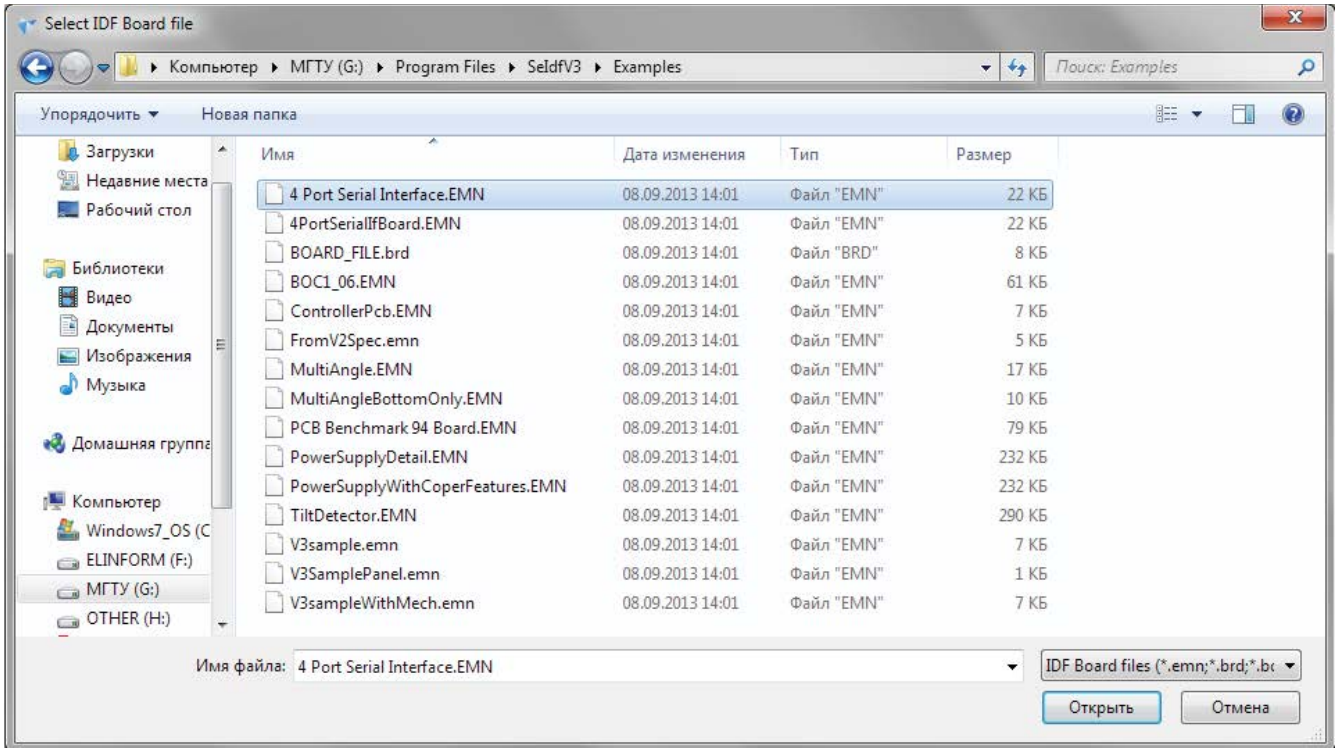

Рис. 2.11.3. Окно выбора файла платы для импорта
- Выбором команды **IDF Import**  запустить модуль Solid Edge IDF Modeler, открыв окно выбора файла платы **Select IDF Board File** (рис. 2.11.3).